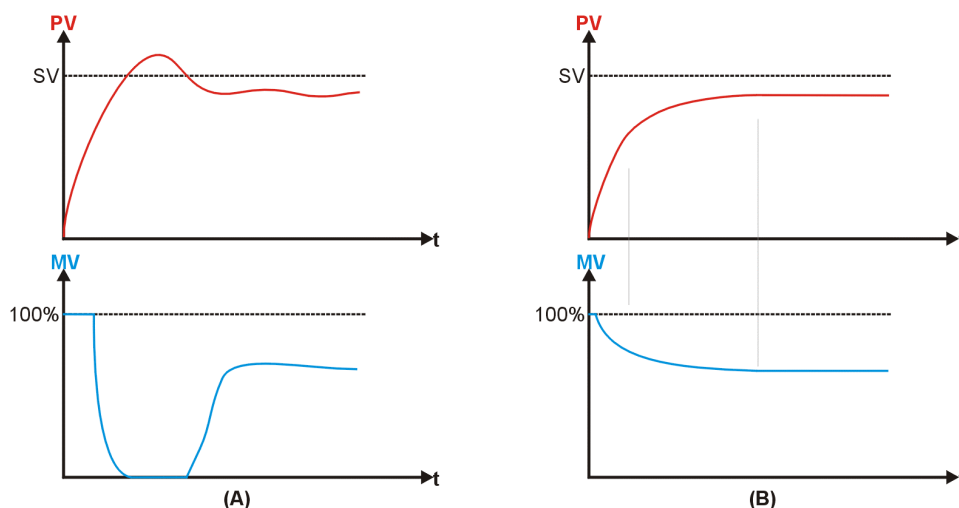

Figura 3 – Comparação de um controle P com um controle PD
A figura 3 compara respostas hipotéticas de um processo com controle P (A) e PD (B):
No controle P (figura 3.A), se a banda proporcional é pequena, é bem provável que ocorra 'overshoot', onde PV ultrapassa SV antes de estabilizar. Isto ocorre pelo longo tempo em que MV esteve no seu valor máximo e por ter sua redução iniciada já muito próximo de SV, quando já é tarde para impedir o overshoot. Uma solução seria aumentar a banda proporcional, mas isto aumentaria o erro em regime permanente. Outra solução é incluir o controle derivativo (figura 3.B), que reduz o valor de MV se PV está crescendo muito rápido. Ao antecipar a variação de PV, a ação derivativa reduz ou elimina o overshoot e as oscilações no período transitório do processo.